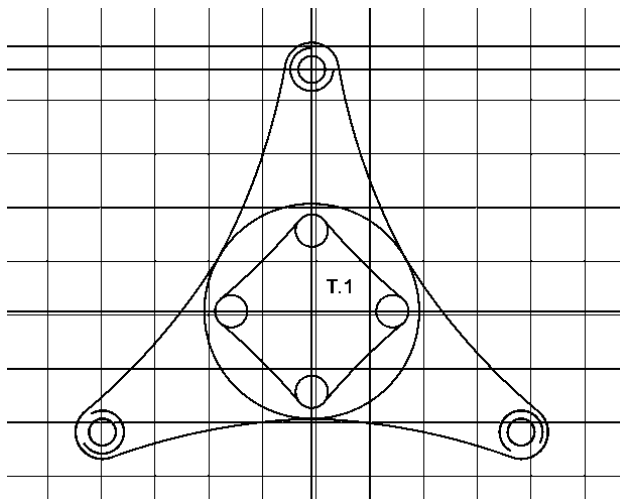

Рис. 24. Сопряжение окружностей
- используя команду *Сопряжение*, соединить малые окружности с большой (рис. 24);